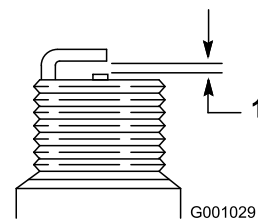

Figure 29
4. Réglez l'écartement des électrodes à 0,76 mm (Figure 29).